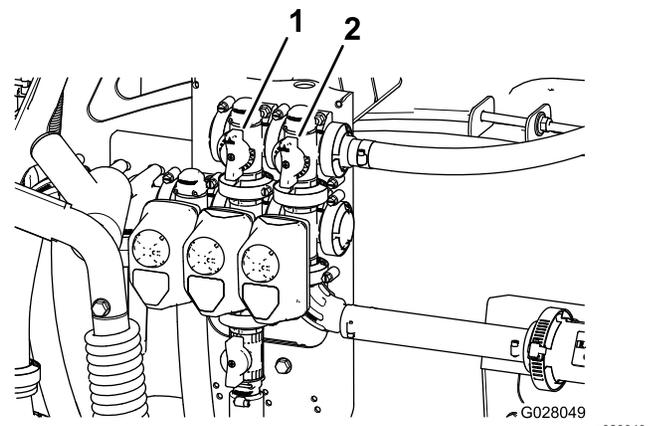

図 24
11. 攪拌バルブの背面についている攪拌バイパスバルブ 図 24 を使って、水圧計の読みが 6.9bar になるように調整する。
9. マスターブームバイパスハンドルを使ってタンク内の攪拌動作を調整する 図 24。